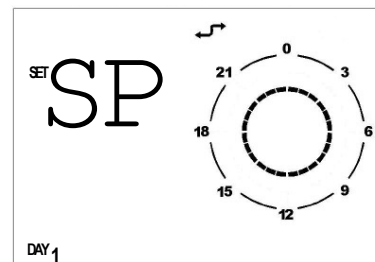

Abb. 4 – Tagessollwert
3. Auf dem Display links erscheint die Anzeige SP und unten links der Wochentag für die Programmierung des Tagessollwertes (Abb. 4).